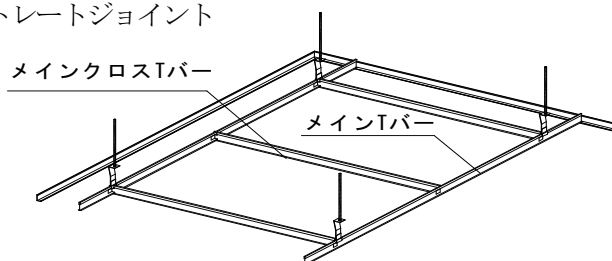

図2-12 Tバーの取付け③
- ② メインクロスTバーを平行に流したメインTバーにクロスジョイントします。(図2-12 参照)